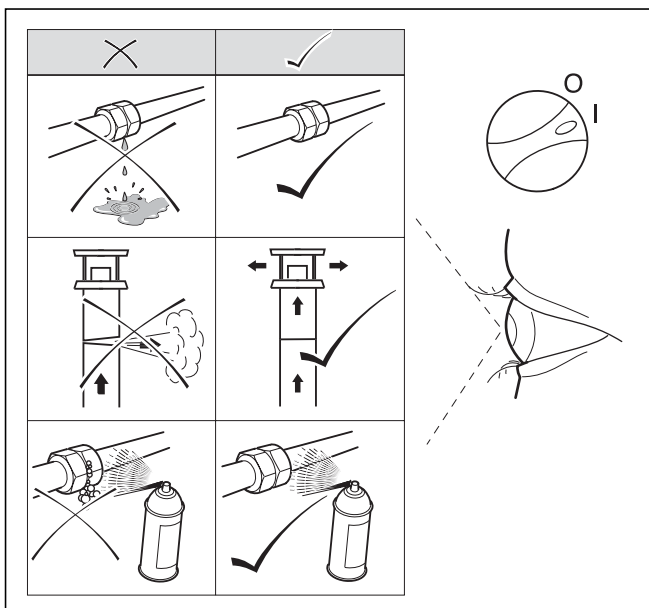

Fig. 6.5 Controllo del funzionamento
- Controllare la tenuta del condotto del gas, dell'impianto di riscaldamento e dei condotti dell'acqua calda (vedi fig. 6.5).